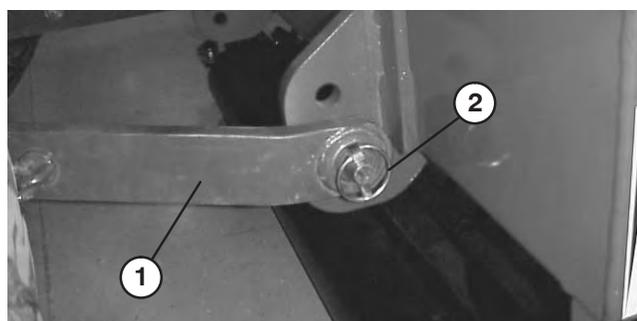

Figure 2
5. Insérez les bras de liaison inférieurs droit et gauche sur les goupilles d'attelage (Fig. 2).
6. Fixez les bras de liaison inférieurs aux goupilles d'attelage avec des goupilles à anneau (Fig. 2).